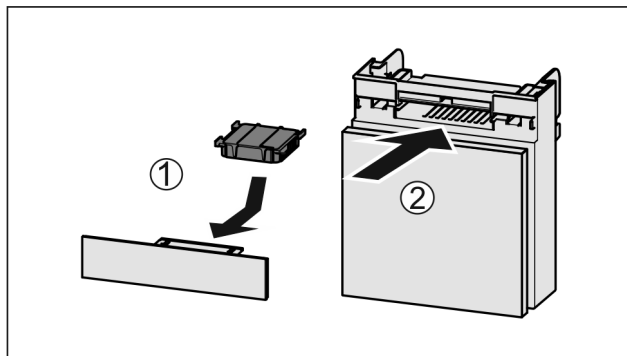

Fig. 89
- ▶ Aktivkohlefilter nach Abbildung einsetzen Fig. 89 (1).
- ▶ Fach einschieben Fig. 89 (2).